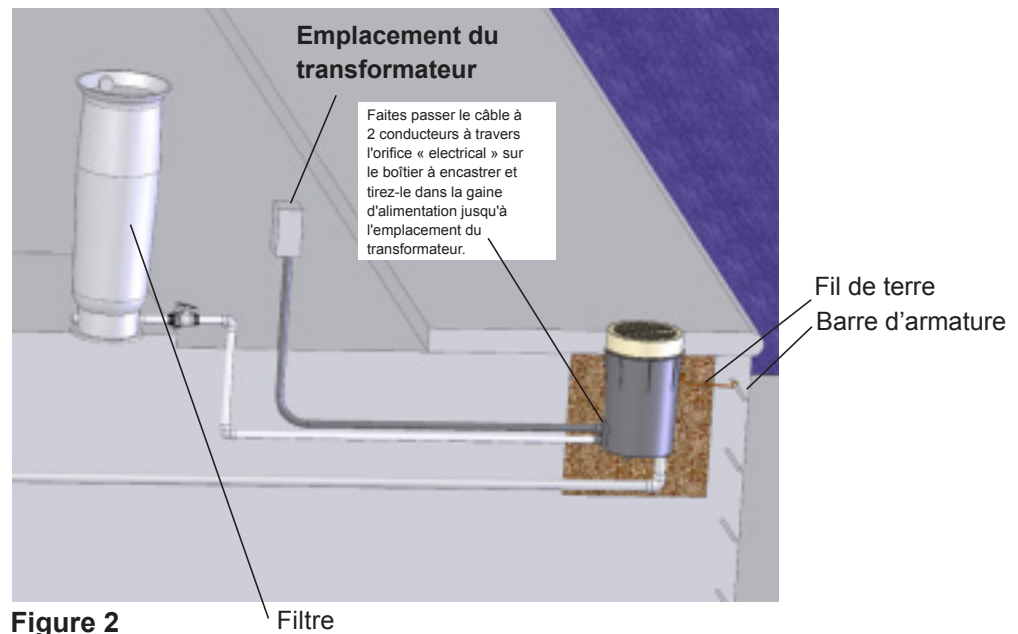

Figure 2
1. Faites passer le câble à 2 conducteurs à travers l'orifice « electrical » sur le boîtier à encastrer et tirez-le dans la gaine d'alimentation jusqu'à l'emplacement du transformateur. (Figure 2). Prévoyez 1 mètre de mou au niveau du boîtier à encastrer afin de permettre la maintenance du Laminar.